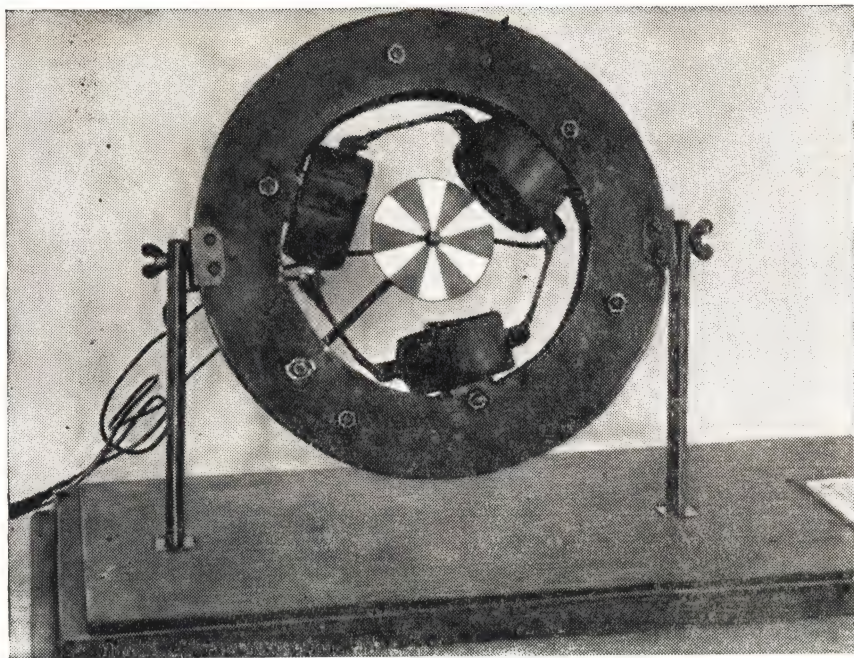

Рис. 51. Демонстрационная модель двигателя трехфазного тока.
27. Демонстрационная модель двигателя трехфазного тока. Из кровельного отожженного железа надо вырезать 20—25 заготовок по форме статора (рис. 51). Наружный диаметр заготовки 300 мм. В пространстве между выступами заготовки